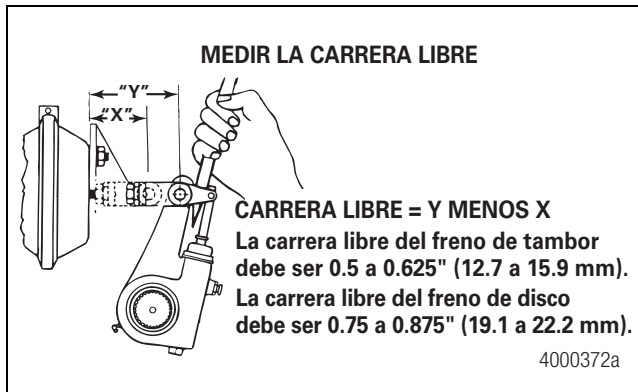

Figura 6.2
- Mida la distancia desde el centro del pasador grande de la abrazadera hasta el fondo de la cámara de aire cuando el freno esté liberado. La medida así obtenida corresponde a la X en la Figura 6.2.
- Use una barra separadora para mover el ajustador automático y colocar las balatas contra el tambor, con los frenos aplicados. Mida de nuevo la misma distancia mientras se aplican los frenos. La medida así obtenida corresponde a la Y en la Figura 6.2.
- Sustraiga X de Y para obtener la carrera libre en servicio. La lectura debe ser de 0.5 a 0.625 de pulgada (12.7 a 15.9 mm) para frenos de tambor. Figura 6.2.